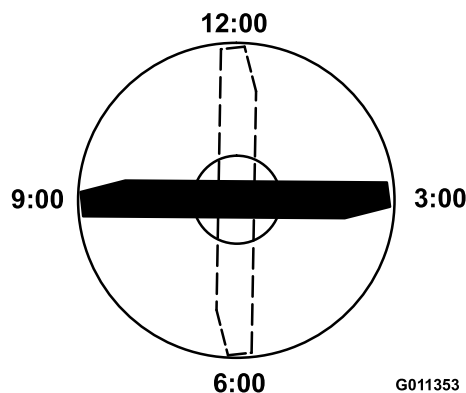

Figura 94
nel senso di falciatura) (Figura 94) e misurate l'altezza tra il banco e il tagliente della lama.
5. Ruotate l'estremità marcata della lama sulle ore 3 e sulle ore 9 (Figura 94) e misurate le rispettive altezze.